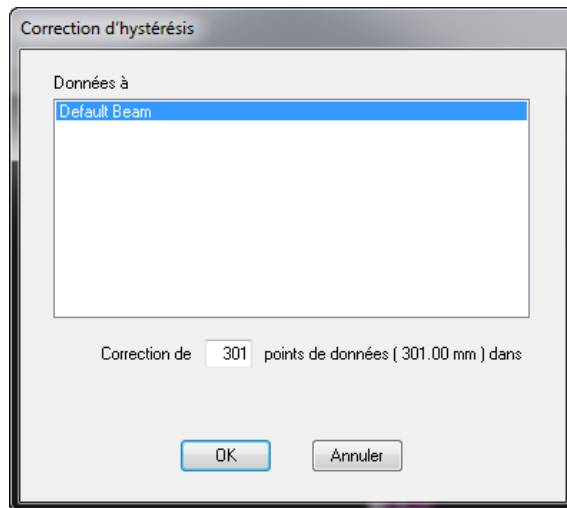

Figure 7-83 Boîte de dialogue Correction d'hystérésis
4. Sélectionnez **Traitement > Effectuer la correction de l'hystérésis** pour afficher la boîte de dialogue **Correction d'hystérésis** (voir la Figure 7-83 à la page 447).